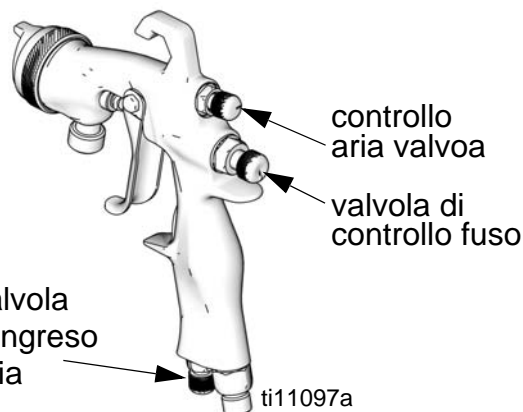

FIG. 3
2. Per ottenere un ventaglio pieno, aprire la valvola di regolazione aria ruotando completamente la manopola in senso antiorario. Vedere FIG. 3.
3. Per creare un ventaglio circolare chiudere il ventaglio aria ruotando completamente la manopola di regolazione aria in senso orario. Vedere FIG. 3.